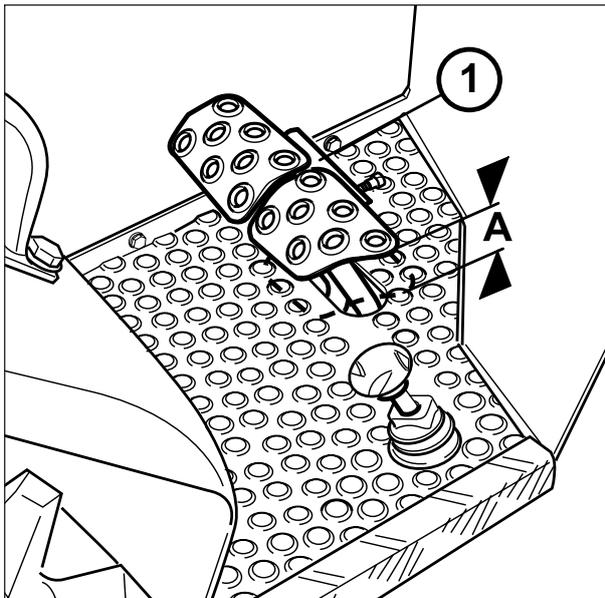

Fig. 101 - Carrera pedales frenos A= da 2,5 a 3 cm
OPERACIÓN 11 Pedales de los frenos (Fig 101)
- quite el pasador de unión de los pedales (1 Fig. 101) (9045 - 9055);